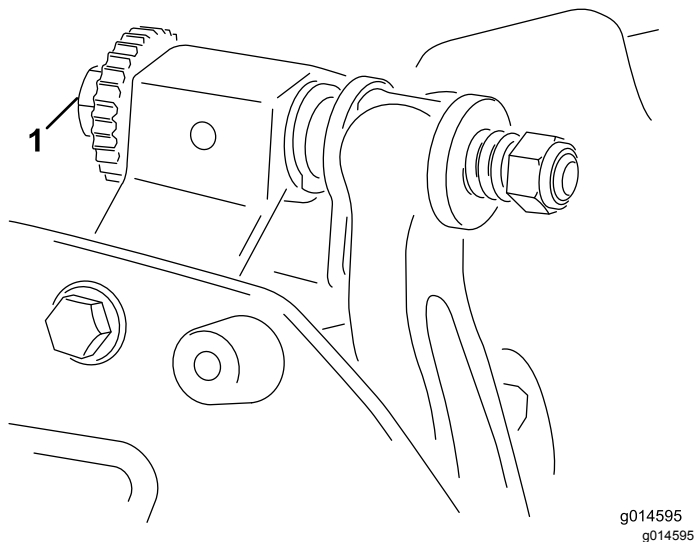

図 4
6. シムを左右に滑らせながら右側のベッドバー調整ねじ図 4 を回して、シムに軽い圧迫シムが挟まれる感じを感じる程度に調整する。シムを抜き取る。